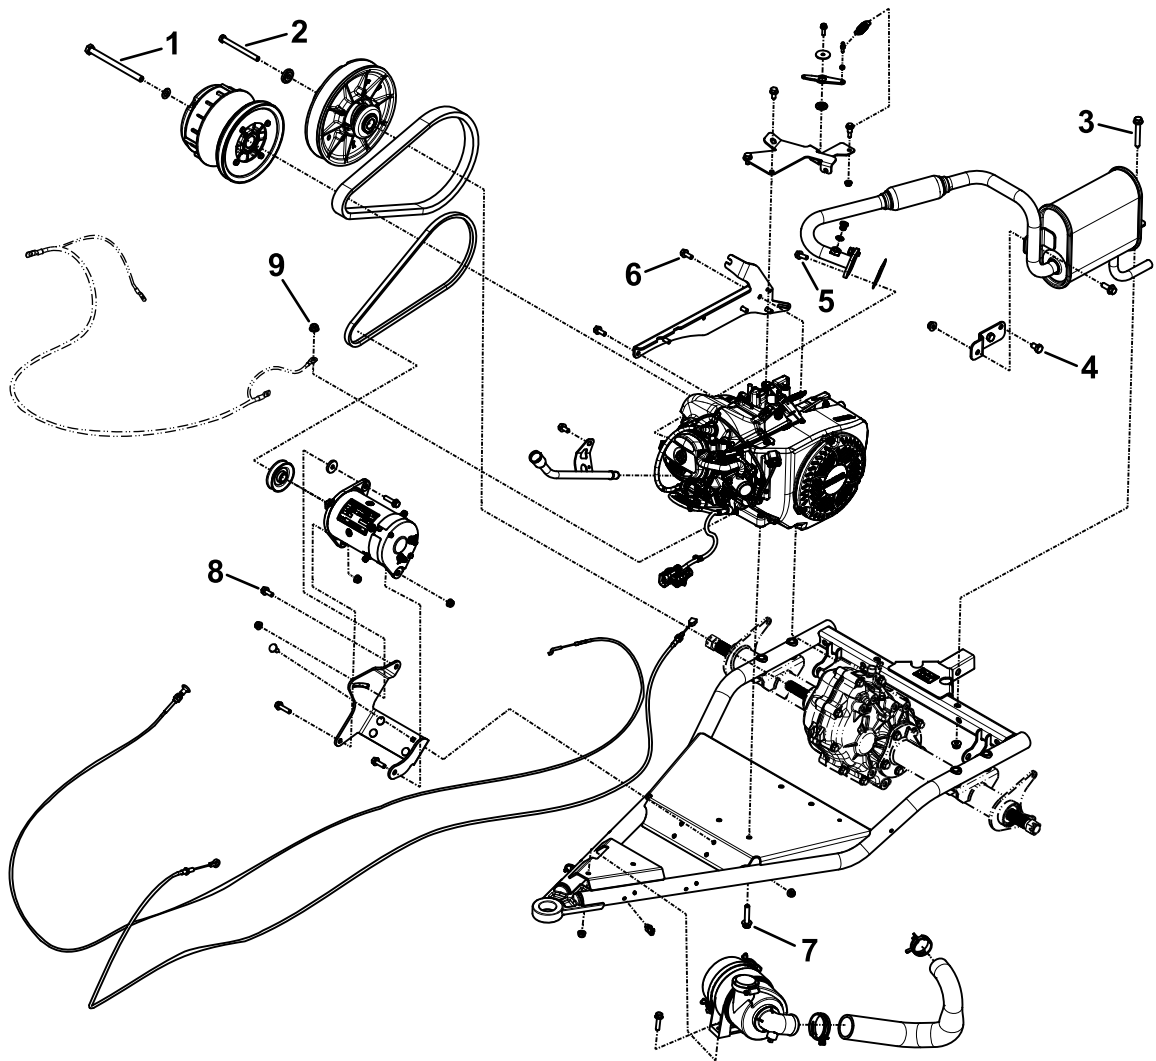

Figura 12
2. Apriete todas las fijaciones según las especificaciones indicadas en la Figura 12.